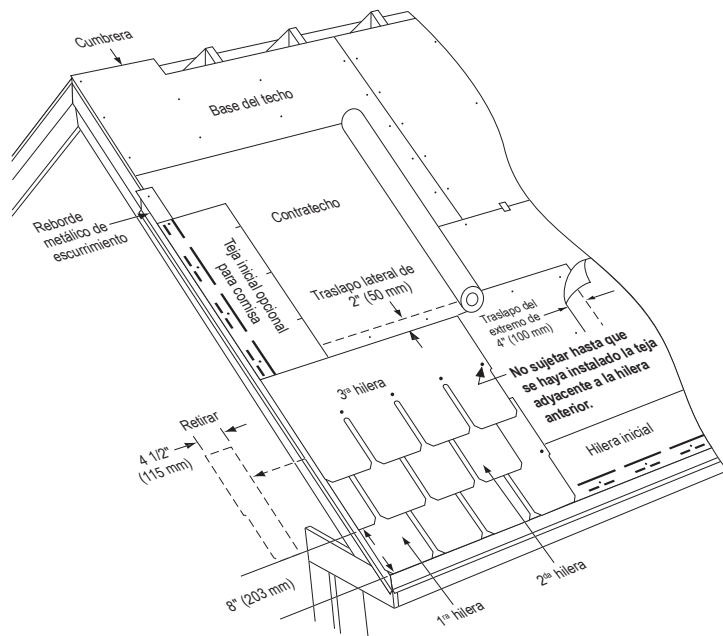

Figura 16-7: Aplique las primeras 3 hileras en una pendiente estándar.
**PRIMERA HILERA:** Aplicar una teja Belmont completa en la esquina inferior izquierda del techo, a ras con la esquina izquierda de la hilera inicial. Sujetar con 5 clavos (ver figura 16-7).
**SEGUNDA HILERA:** Cortar 4 1/2" (115 mm) del extremo izquierdo de una teja completa y aplicar el segmento restante de 31 1/2" (800 mm) sobre el borde izquierdo de la primera hilera. Sujetar con 5 clavos y comprobar que quede una exposición de 8" (203 mm) (ver figura 16-7).
**HILERAS SUCESIVAS:** Con una teja completa, dé inicio a la aplicación de la tercera hilera. Sujete con 4 clavos, dejando el extremo derecho sin sujetar hasta más adelante (ver figura 16-7).